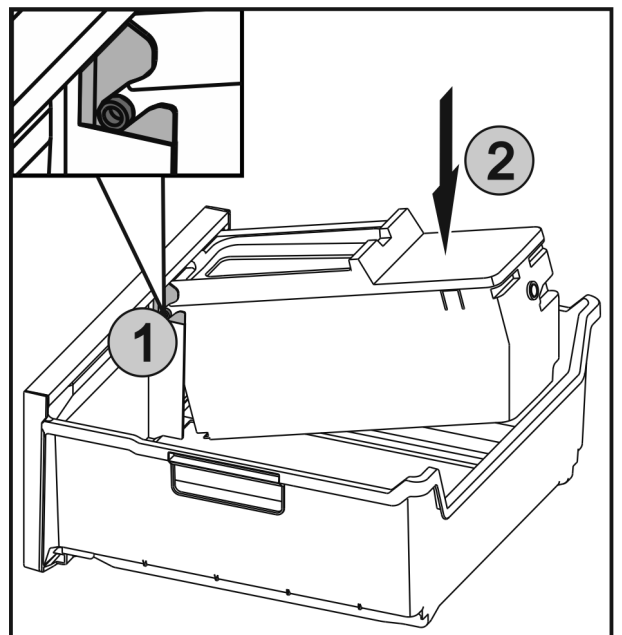

Fig. 39
- ▶ De assen Fig. 39 (1) van EasyTwist-Ice in de geleidingen schuiven en de achterste zijde Fig. 39 (2) erin drukken tot de lip vergrendelt.